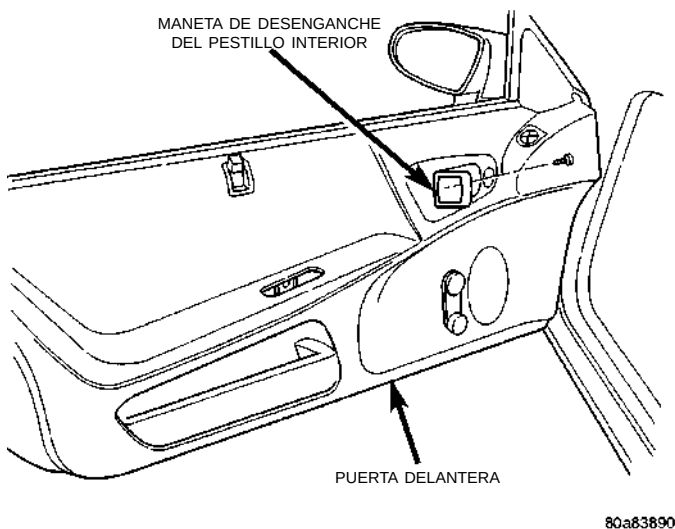
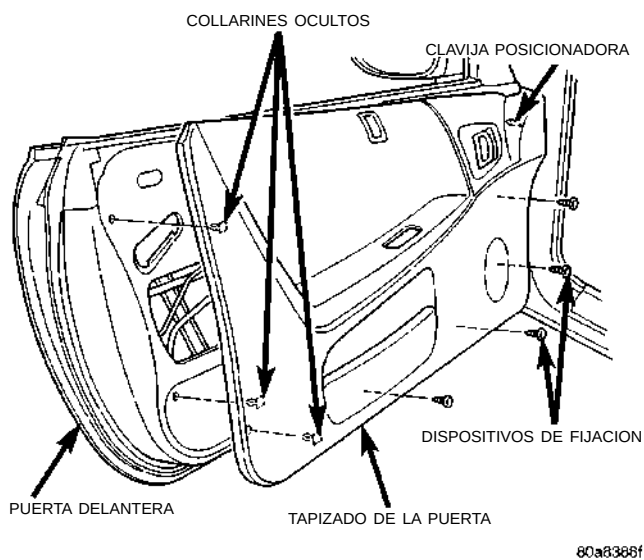

Fig. 6 Tornillo de la maneta interior de la puerta
Fig. 7 Panel tapizado de la puerta
- (4) Tire de la maneta interior de la puerta y sosténgala alejada del tapizado de la puerta.
(5) Retire el tornillo que sujeta el panel tapizado a la puerta por detrás de la maneta interior de la puerta (Fig. 6).
(6) Retire la manivela de la ventanilla, si está equipada.
(7) Desacople los collarines ocultos que sostienen el panel tapizado a la puerta, en el perímetro del panel tapizado (Fig. 7).
(8) Incline el panel tapizado hacia afuera para sacarlo de las espigas localizadoras en la parte posterior del panel tapizado.
(9) Desacople de la canaleta de retención en el burlete interior de la parte superior de la puerta, el panel tapizado, levantándolo y sacudiéndolo suavemente.